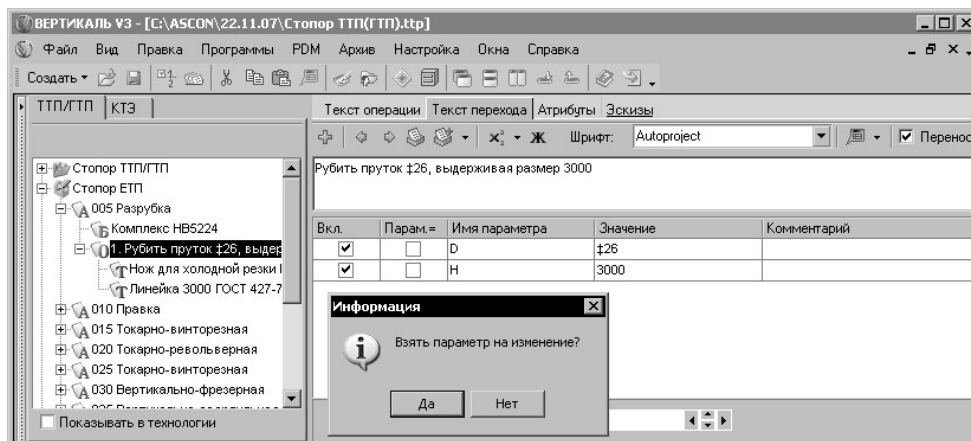

Рис. 9.62. Изменение параметра перехода
- Отредактируйте необходимые параметры элемента ЕТП, используя стандартные методы и средства редактирования ТП. Так, для примера, приведенного на рис. 9.62 (редактирование элемента **Переход**), перейдите на вкладку **Текст перехода** дерева КТЭ или ТП и исправьте требуемый параметр (рис. 9.62).